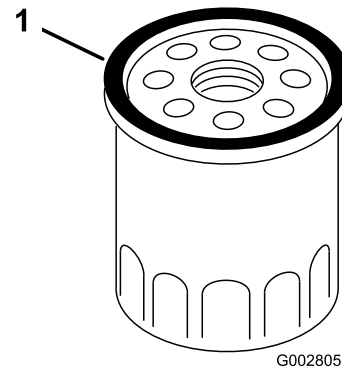

Bild 27
7. Schmieren Sie mit dem Finger etwas Öl auf die Dichtung am neuen Filter (Bild 27).